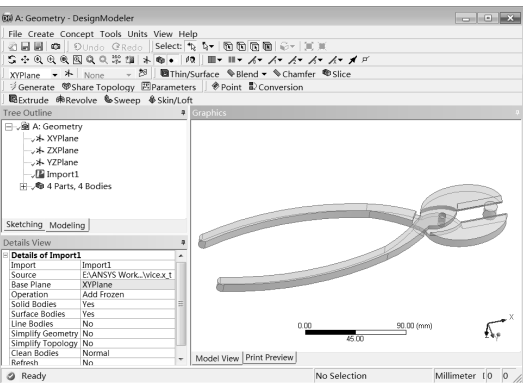

图 13-6 生成后的 DesignModeler 界面
Step4：单击 Generate（生成）按钮，即可显示生成的几何体，如图 13-6 所示，此